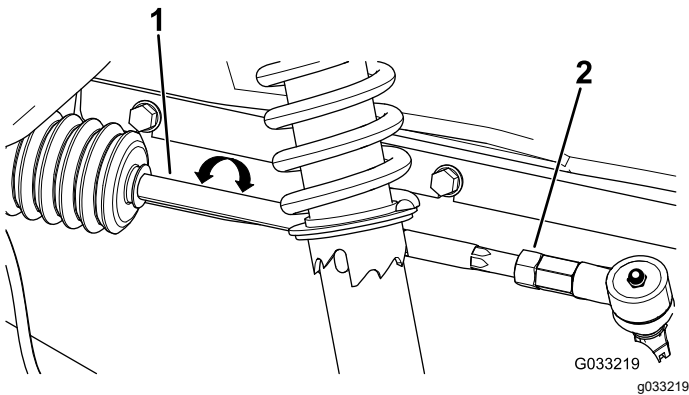

Bild 55
2. Wenn der Wert nicht zwischen 0-6 mm liegt, lösen Sie die Klemmmuttern am äußeren Ende der Spurstangen (**Bild 55**).